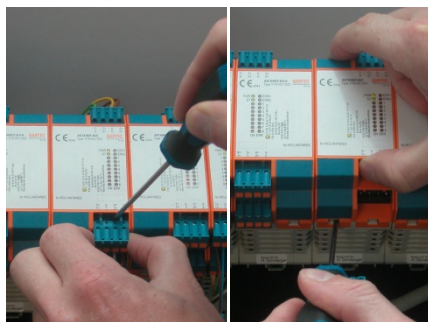

Рисунок 3
- (1) Ослабить съемные упругие клеммы при помощи отвертки (рис. 3).